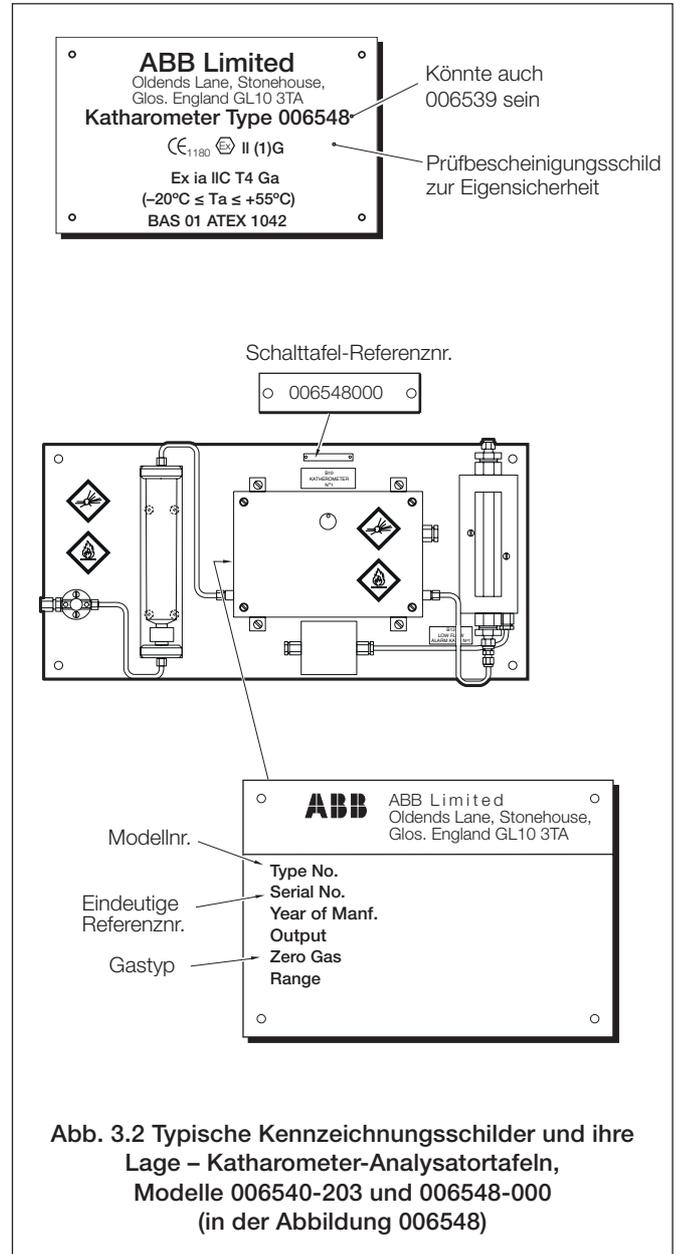

Abb. 3.2 Typische Kennzeichnungsschilder und ihre Lage – Katharometer-Analysatortafeln, Modelle 006540-203 und 006548-000 (in der Abbildung 006548)
3.1.2 Modell 006540-203 oder 006548-000 Katharometer-Analysatortafel – Abb. 3.2
Das Modell der Analysatortafel ist auf dem Referenznummernschild angegeben (siehe Abb. 3.2). Die Typen- und Prüfbescheinigungsschilder der einzelnen Katharometer-einheiten (am Katharometergehäuse angebracht) sind ebenfalls in Abb. 3.2 dargestellt.